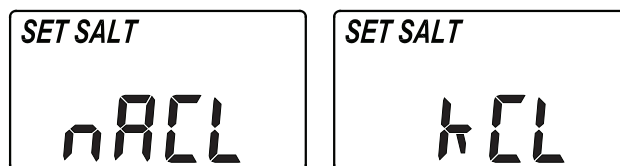

FIG. 23
2. Après avoir réglé l'heure de début de la recharge, appuyez sur le bouton SELECT (sélectionner). Lorsque l'heure de début de la recharge souhaitée est affichée, appuyez sur le bouton SELECT et l'affichage changera pour afficher l'un des écrans de type sel dans Fig. 23.